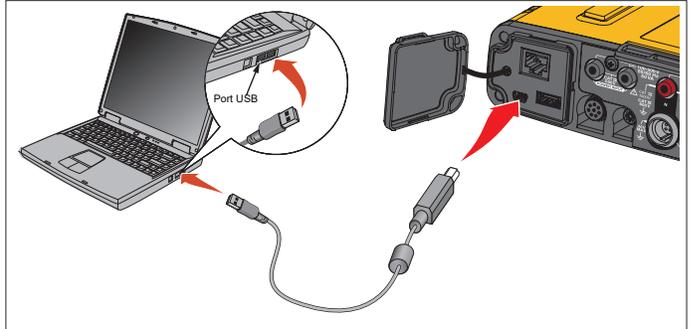

Figure 9. Connexions du Power Logger au PC
3. Branchez le câble USB aux ports USB de l'ordinateur et du Logger. Voir la Figure 9.
Un voyant LED vert de point d'accès Wi-Fi indique que le point d'accès Wi-Fi est actif. Si le voyant LED est éteint, raccordez le câble USB. Consultez la Figure 9 et passez à l'étape 5.